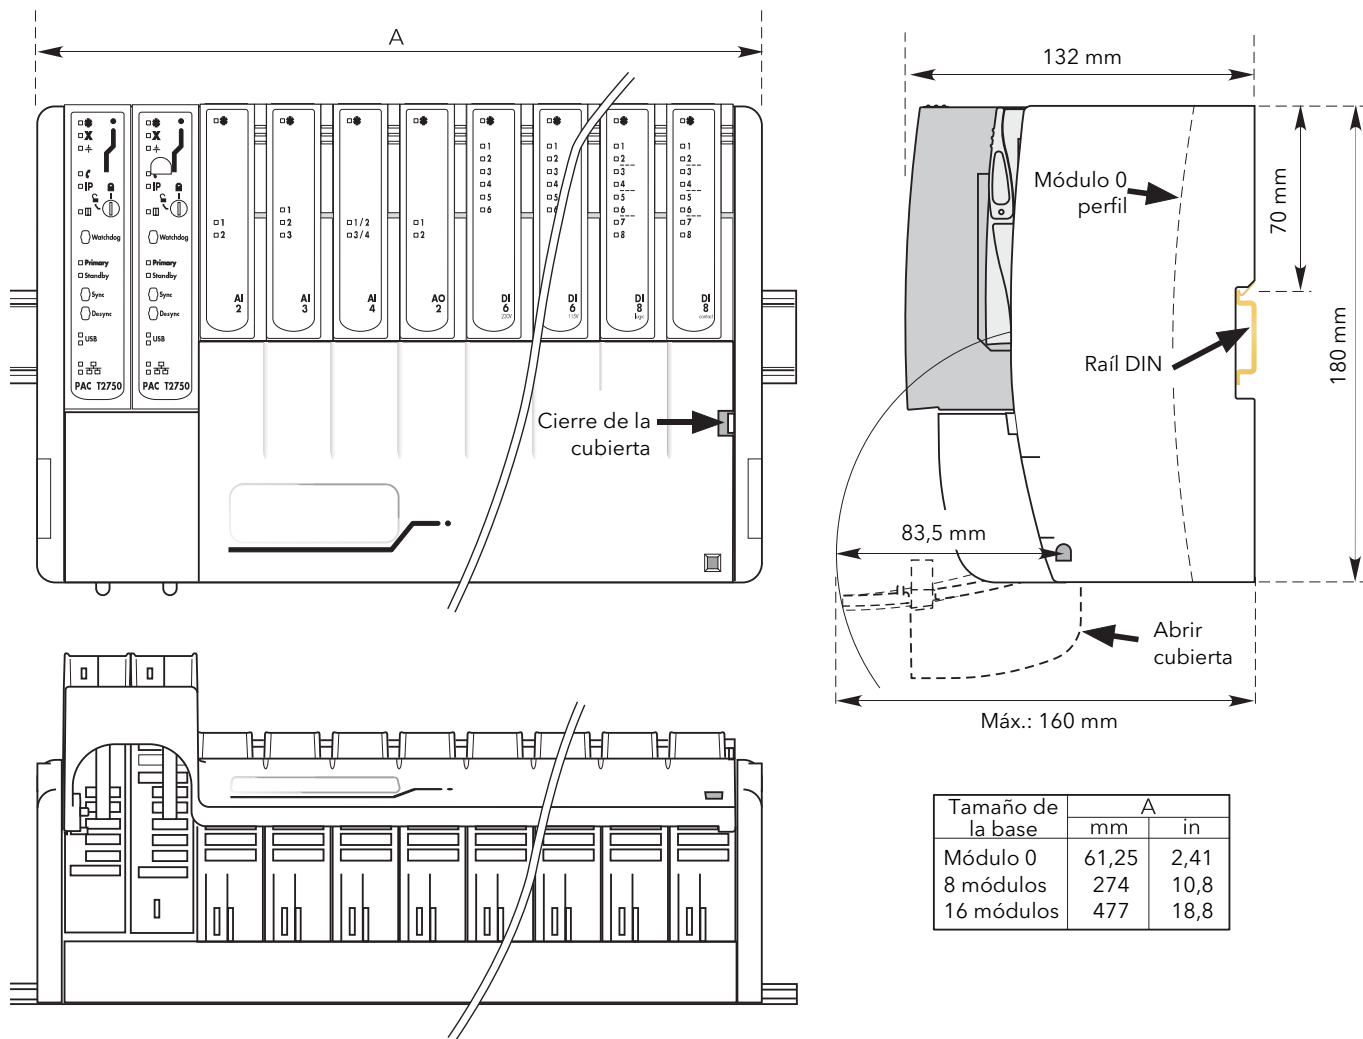
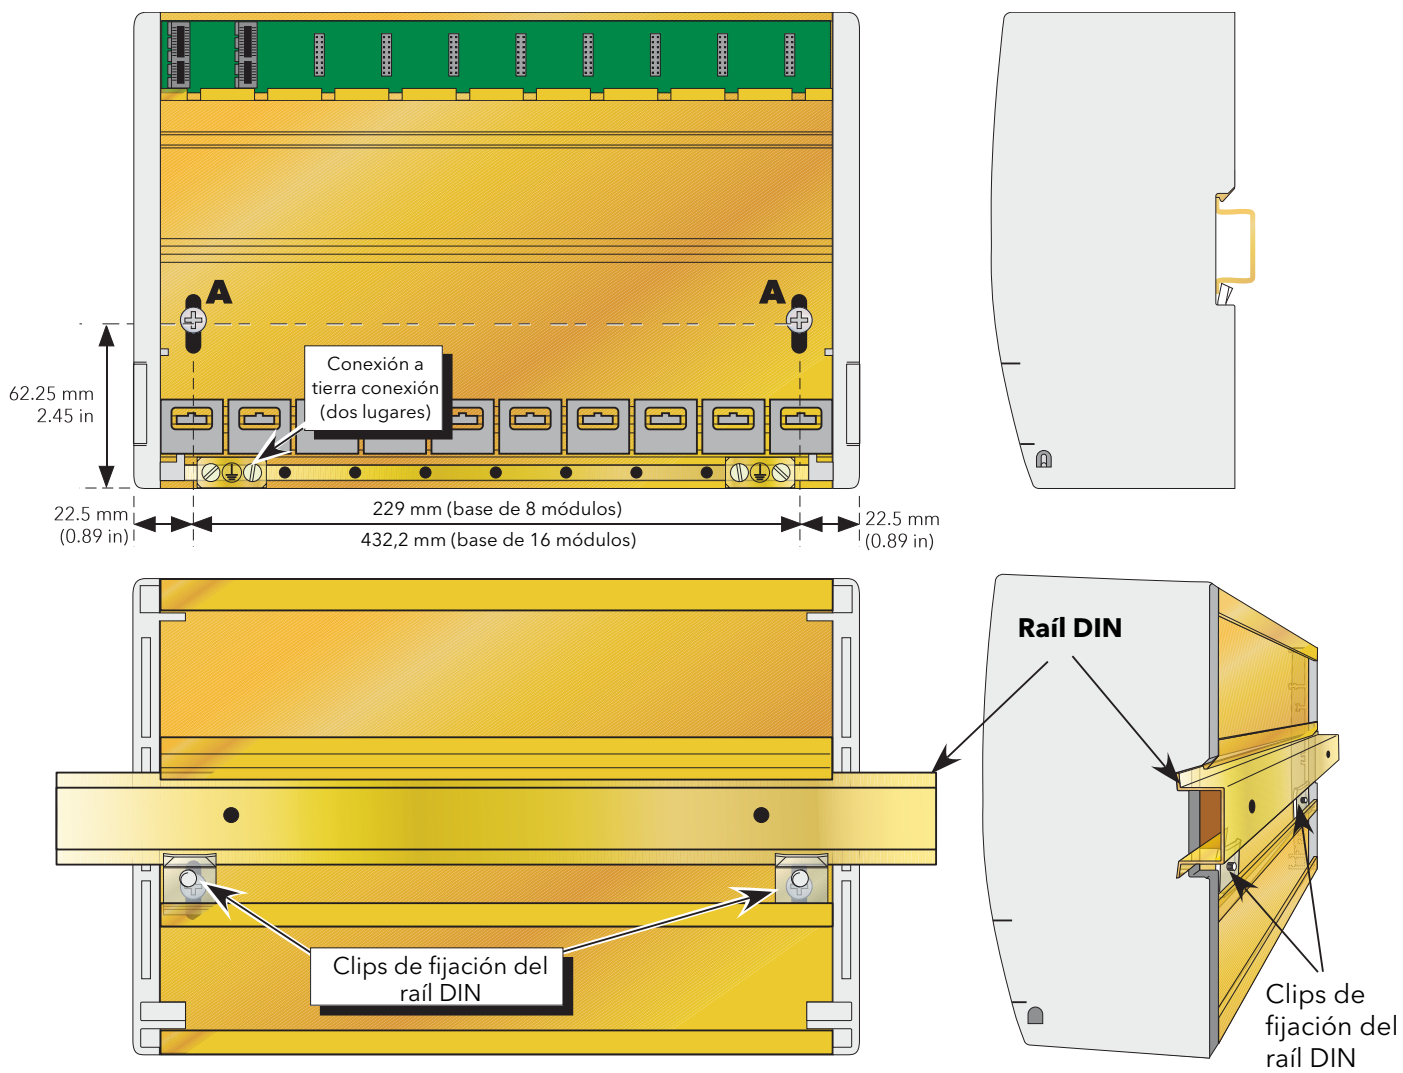

Figura 2.2a Dimensiones generales
Figura 2.2b Detalles de fijación
La figura 2.2a indica los detalles dimensionales; la figura 2.2b indica los detalles de fijación.
2. Afloje los tornillos ('A' en la figura 2.2b/c) de la unidad base dos o tres vueltas y permita que tanto ellos como los clips de fijación correspondientes se deslicen hasta el fondo de la ranura del tornillo.
3. Baje la unidad base sobre el raíl DIN de forma que el borde superior del raíl encaje en la ranura en la parte inferior de la barra de soporte (ver figura 2.2b/c).
4. Empuje los tornillos (A) y los clips correspondientes tanto como pueda hacia la parte superior de las ranuras para tornillos y compruebe que la parte superior de cada clip de fijación se encuentre por detrás del borde inferior del raíl DIN.
1. Retire los tornillos (A en la figura 2.2b/c) y los clips de fijación correspondientes.
La figura 2.2b anterior y el texto correspondiente ofrecen detalles sobre la conexión a tierra.